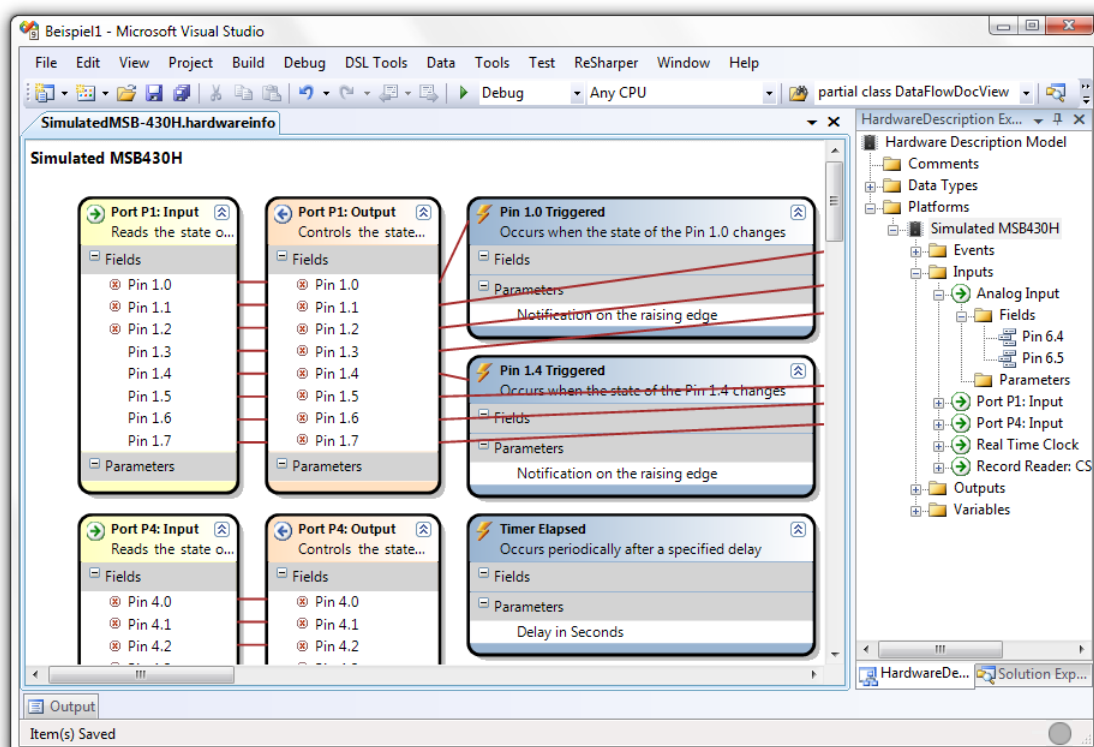

Abbildung 5.2 – Ein neues Projekt mit geöffneter Hardware Description.
Schritt 2: Ein neu initialisiertes Projekt enthält bereits alle Funktionen des Basismoduls MSB-430H. Diese werden in der *Hardware Description*¹ als Modell grafisch dargestellt, zu finden im *Solution Explorer* (*siehe Abbildung 5.2*).